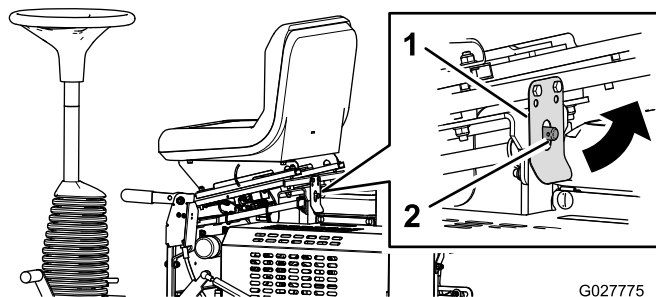

Figura 33
2. Puxe o trinco do banco e incline o banco para a frente (Figura 33).